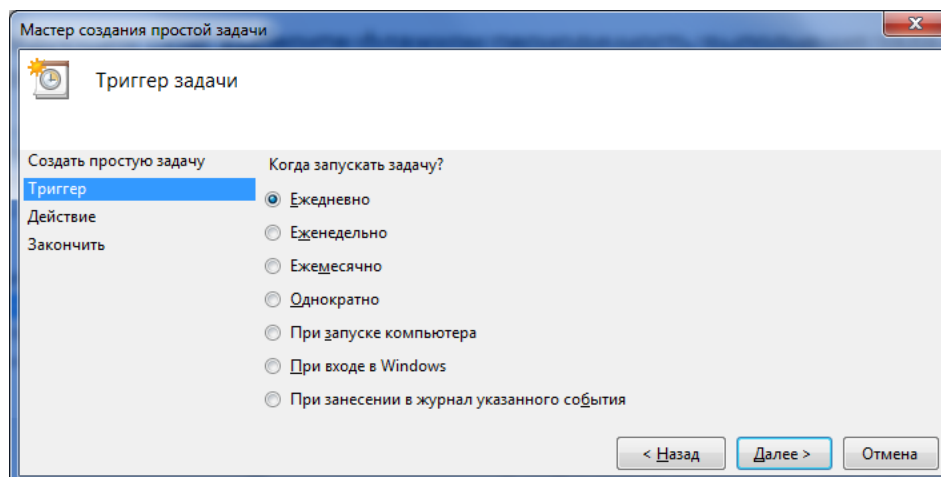

Рисунок 9.30 — Выбор периодичности выполнения задания
- В следующем окне выберите флажком периодичность выполнения задания и нажмите кнопку *Далее* (см. рисунок 9.30).